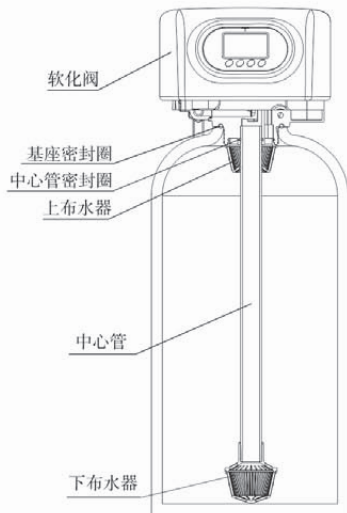

图1-1
① 安装控制阀
- 按图1-1所示, 选取外径为26.7mm的中心管, 把中心管与下布水器用胶封固。放入罐体底部, 将超过罐口部分的中心管截断并外部倒圆。